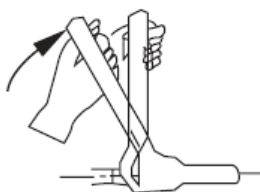

Abb. 24
- Bringen Sie die Verbindungsleitung in die richtige Position, ziehen Sie die Muttern erst mit den Händen und anschließend mit einem Schlüssel fest an. (Siehe Abb. 24)